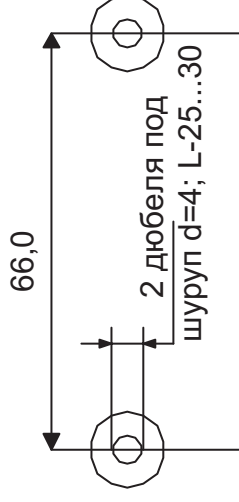

Рис. 7.1
7.6. Разметку места установки извещателя производить в соответствии с Рис. 7.1.